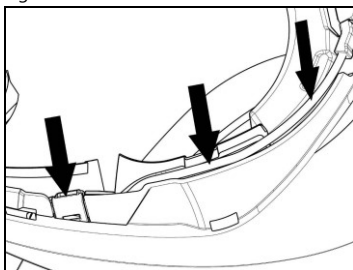

Fig. 14
- Sistemare il cavo all'interno del casco e posizionare la clip di fissaggio destra nell'apposita sede (Fig. 14).